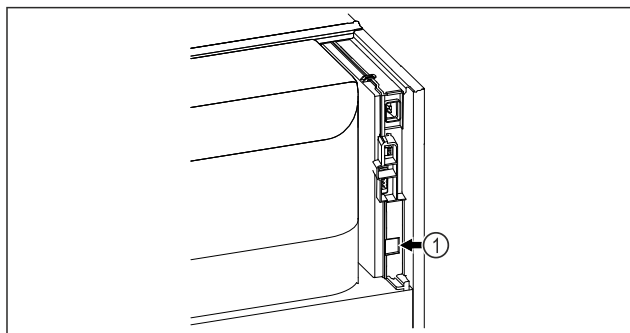

Fig. 92
- ☐ SmartModule Fig. 92 (1) è inserito.